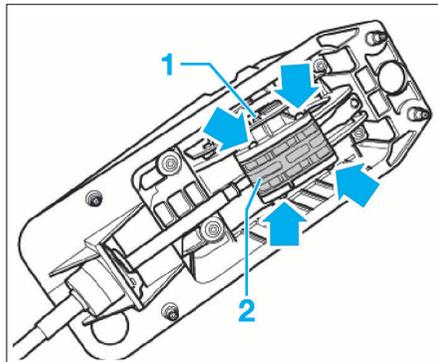

FIG. 31
- Déposer les vis (flèches) (Fig.31).